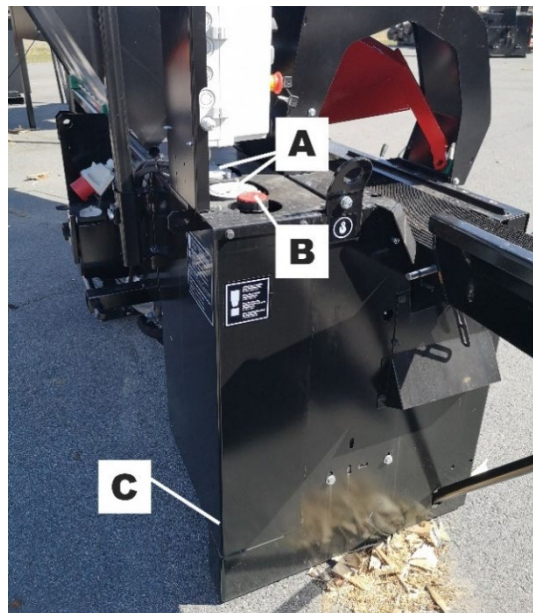

Figure 29
- ❑ Le bouchon d'huile C, fig. 29, est situé au fond du réservoir.